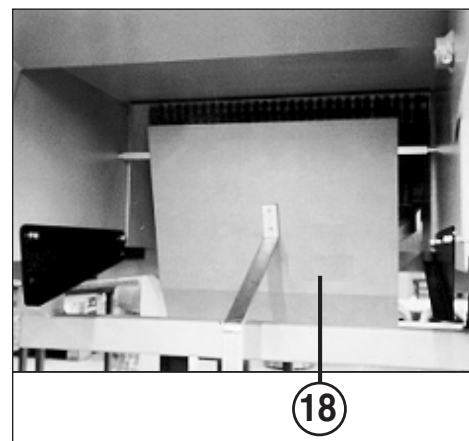

Fig. 3
- Lo sportello di commutazione (18) (fig. 3) per il display "contenitore di raccolta pieno" è liberamente scorrevole?